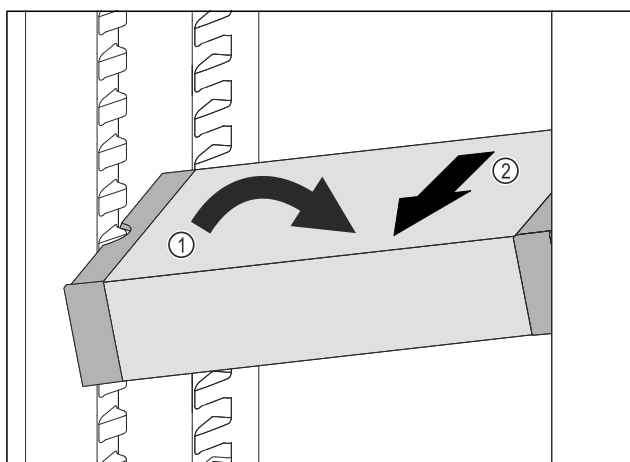

Fig. 117
- ▶ VarioSafe ustawić w chłodziarce pod skosem. Fig. 117 (1)
- ▶ VarioSafe wyjąć do przodu. Fig. 117 (2)